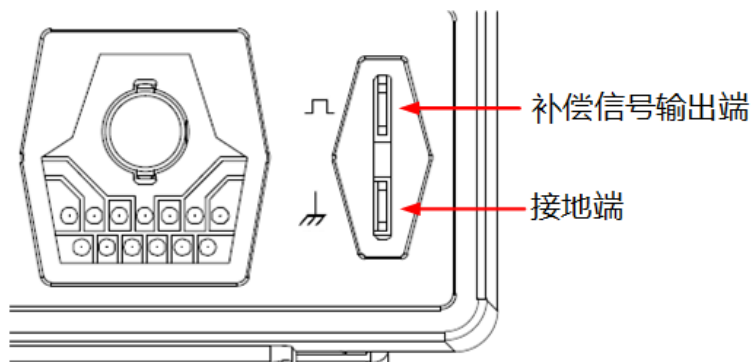

图 5.6 补偿信号
2. 将探头的接地鳄鱼夹连接至图 5.6 所示的“接地端”。
3. 使用探头连接示波器的通道 1 (CH1) 输入端和图 5.6 所示的“补偿信号输出端”。